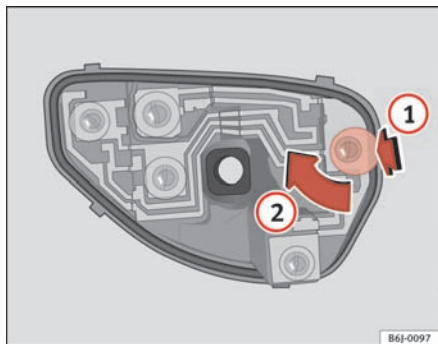

Fig. 143 Udskiftning af pærer i baglygter
- Når du har taget fatningen ud, skal du trykke i pilens retning **1** og samtidig dreje i pilens retning **2** ⇒ fig. 143. ■